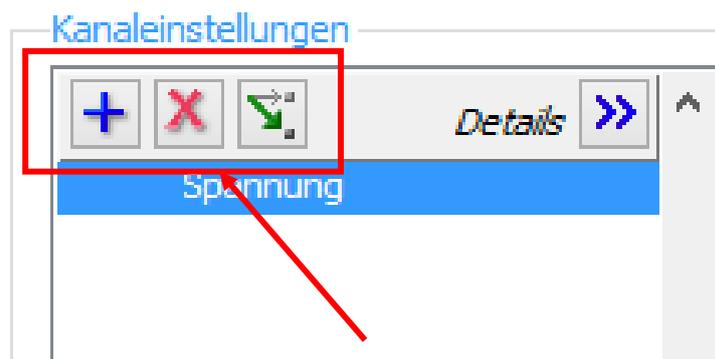

Abb.7.1.7: Hinzufügen/Entfernen von weiteren Messkanälen
Dazu dienen die drei Schaltflächen in der linken oberen Ecke des Fensters ①, **Abb.7.1.7**.
Beachten Sie auch die entsprechenden Hilfetexte, die im Fenster ③ erscheinen, wenn Sie mit der Maus über die jeweiligen Schaltflächen der Abb.7.1.7 fahren.